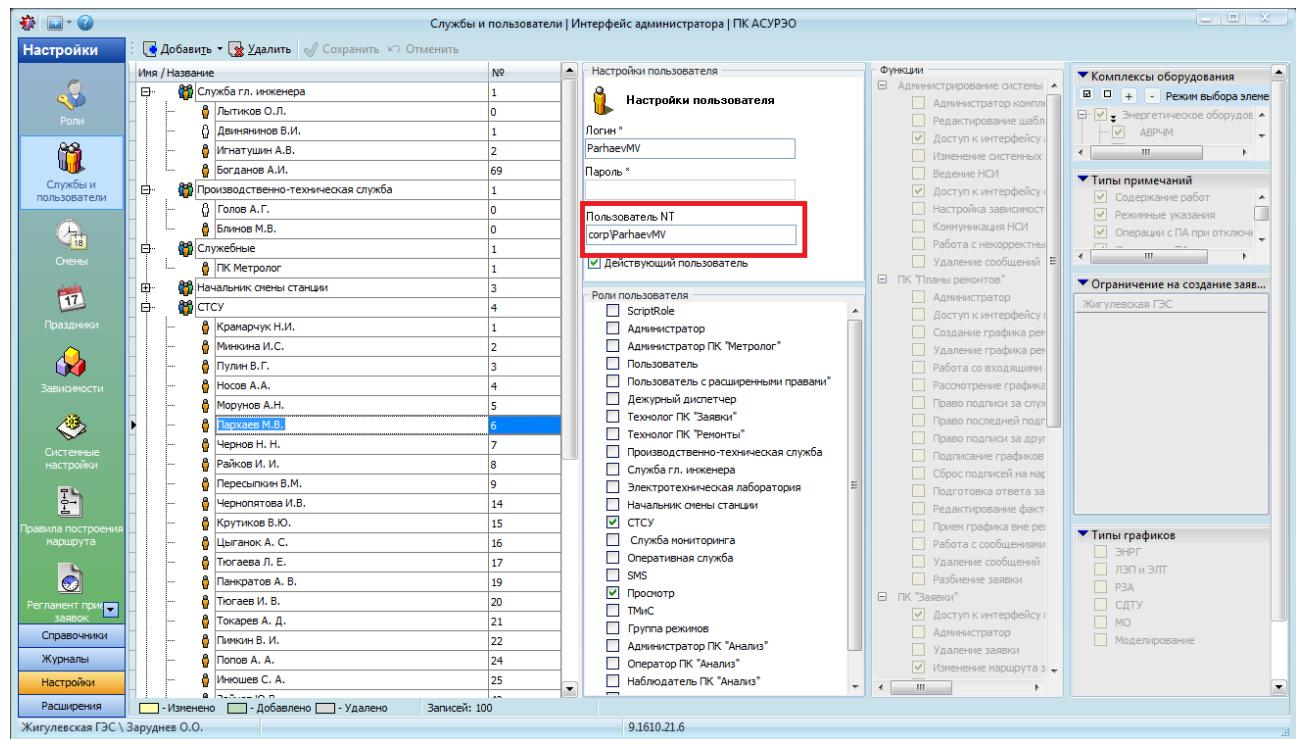

Рисунок 7.32 – Настройка Widows - аутентификации
- параметр «Пользователь NT» используется для настройки автоматической авторизации пользователя АСУРЭО с использованием доменной авторизации Windows NT. Параметр указывается в формате «домен / логин» пользователя Windows NT, при этом ввод и редактирование пароля невозможно (Рисунок 7.32).